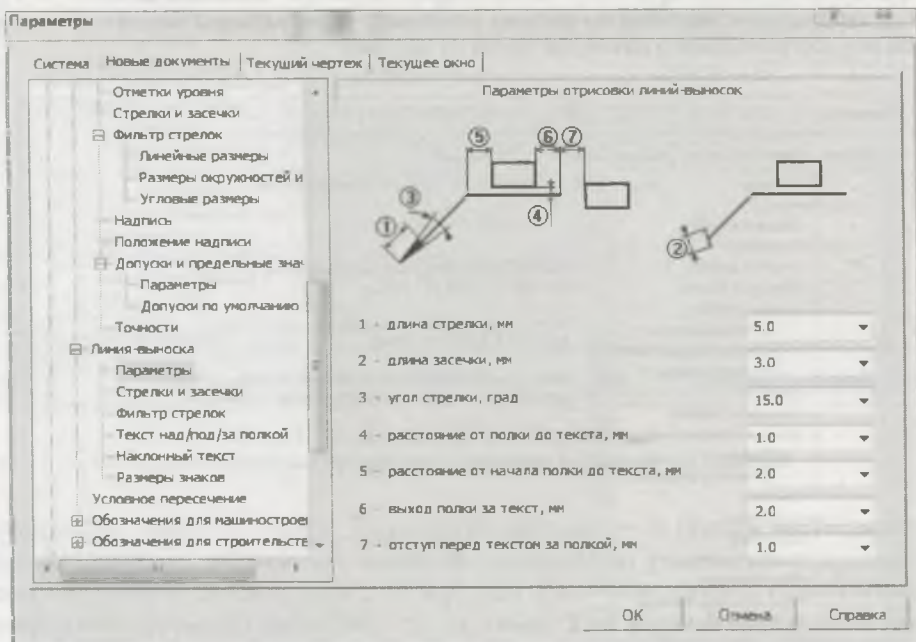

Рис. 17.25. Диалоговое окно Параметры с открытой панелью Параметры отрисовки линий-выносок
- выделите ЛК мыши пункт **Параметры** — в правой части раскроется панель **Параметры отрисовки линий-выносок** (рис. 17.25) с параметрами по ЕСКД. При необходимости можно ввести коррективы;